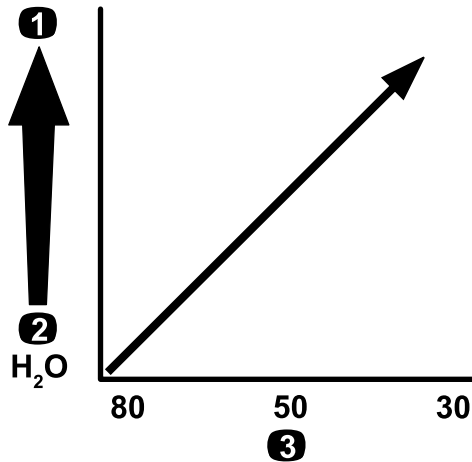

図 20
**重要** 粘度の高いドロドロした薬剤や、ウェットブル水和剤を散布する場合には、オプションの目の粗いスクリーンが必要になる場合があります 図 20 を参照。